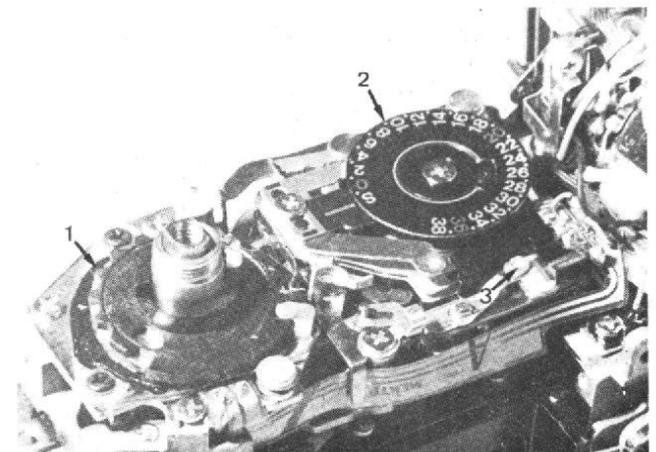
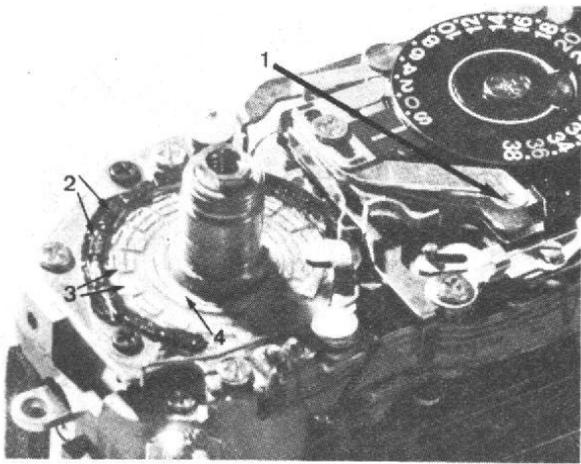
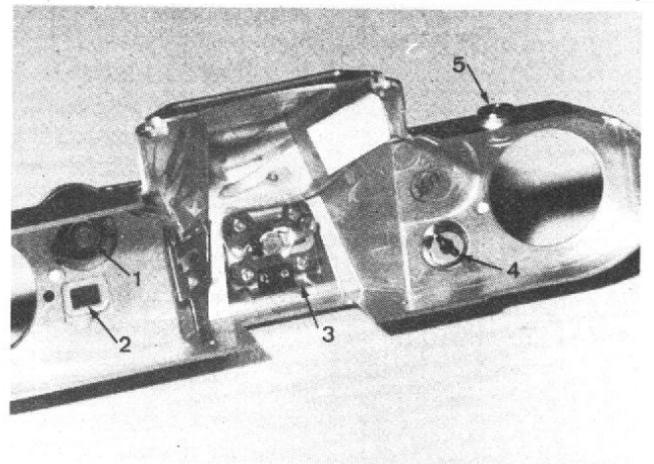

Fig. 23
Fig. 24
Fig. 28
La couronne crantée (1) de la figure 23 a été enlevée dans la figure 24, laissant apparaître les plots (3) et le curseur central (4) du commutateur de sélection des vitesses. Les résistances (2) fixant chaque vitesse sont disposées à la périphérie de ce commutateur. Enfin, sur cette même figure, on distingue, à côté du compteur de vues, les contacts (1) du déclencheur électromagnétique.
Dans l'intérieur du capot supérieur en plastique (fig. 28), on distingue l'extrémité du déclencheur (1), qui ferme les contacts (1) de la figure 24. La fenêtre (2) permet d'observer les graduations du compteur de vues. En (3) apparaissent les contacts de liaison avec la griffe porte-flash, tandis que le poussoir (4) est celui du contrôle de l'état de la pile. Les contacts de la prise de synchronisation (5) autorisent l'emploi d'un flash relié par cordon.